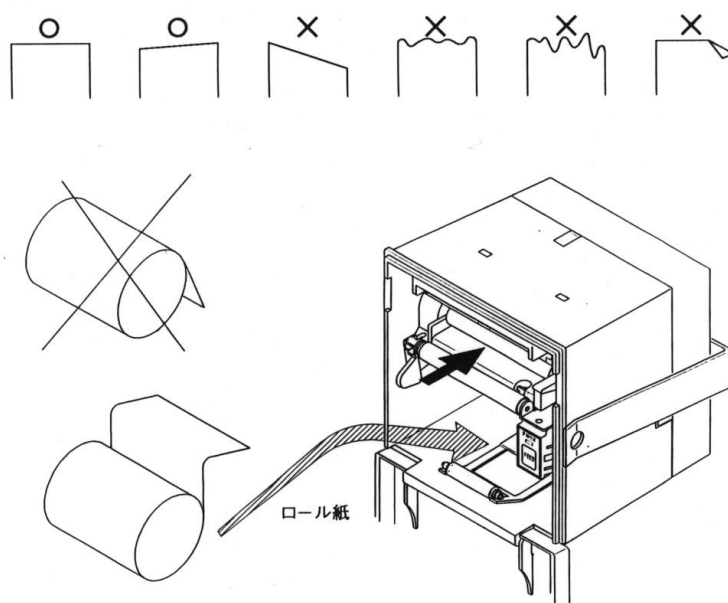

図 8.1 印字用紙のセット
- ① 前面カバーを開けて下さい。
- ② 印字用紙の先端を図 8.1 のように直角にカットして下さい。
- ③ 用紙の巻方向を確認し、ロール紙をケース内部に入れて下さい。
- ④ 印字用紙の先端をプリンタメカの挿入口に真直に差し込みます。
- ⑤ 用紙のゆるみを取り、前面カバーを閉めて下さい。
- ⑥ 必要に応じて FEED スイッチを押して用紙送りをして下さい。